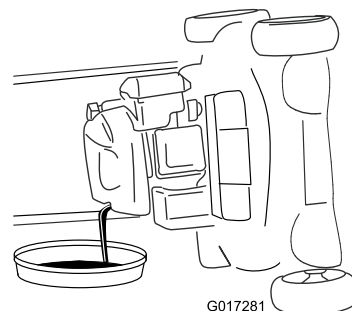

Figura 33
6. Retire a vareta e drene o óleo usado para o recipiente (Figura 33).